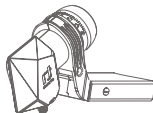

Fig. 2
2. Ustaw właściwy kąt skrzytu konwertera, obracając konwerter w uchwycie w kierunku zgodnym lub przeciwnym do ruchu wskazówek zegara: kąt skrzytu konwertera (K) jest zależny od miejsca instalacji anteny satelitarnej i satelity, który ma być odbierany. Przykładowo do odbioru Hotbird 13°E w Warszawie, wynosi on 6° zgodnie z ruchem przeciwnym do ruchu wskazówek zegara. Dokładną regulację ustawienia kąta skrzytu, należy wykonać posługując się miernikiem sygnału satelitarnego lub wskazaniem pomiaru sygnału z dekodera (Rys. 2).